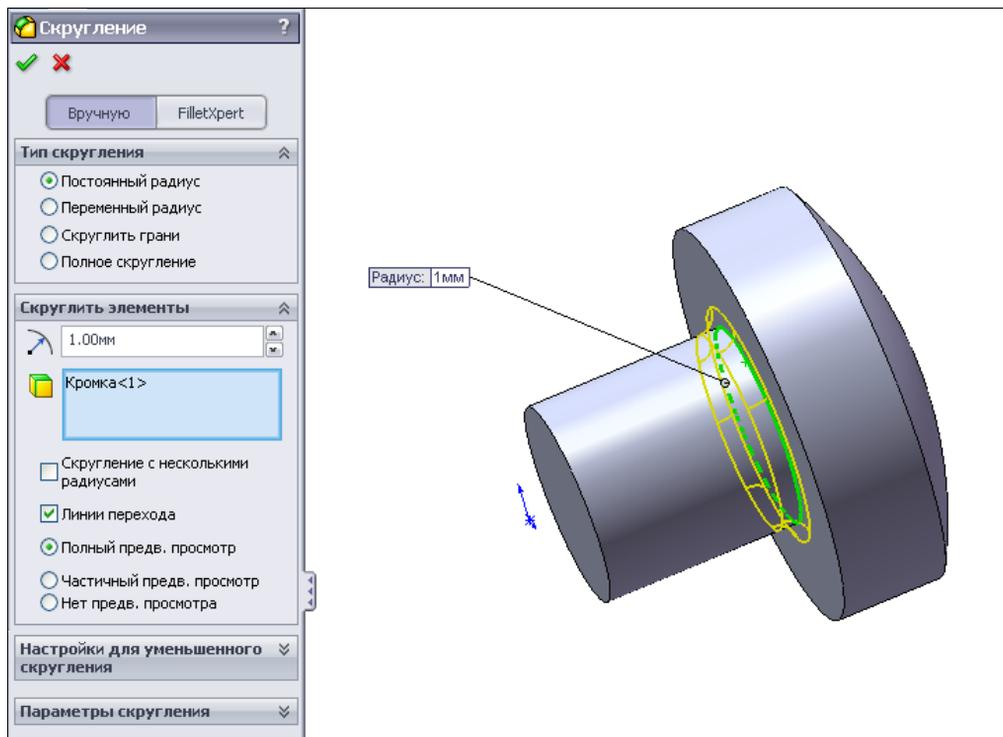

Рис. 2.124
10. Оформим скругление между головкой и ножкой кнопки. Активируем команду  — **Скругление** на панели инструментов **Элементы**, укажем скругляемую кромку и радиус скругления 1 мм (рис. 2.124).